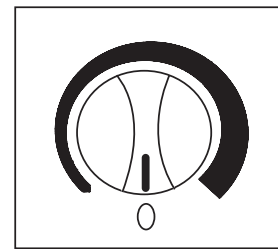

Fig.2
- Para apagar el enfriador de vinos, (no enfriar) gire la perilla de control a la posición "0" (apagado). **Vea la Fig. 2.** Gire el control a la posición "APAGADO" (0) para desconectar temporalmente el ciclo de enfriamiento. Cuando no se vaya a usar el enfriador de vinos durante algún tiempo, desconéctelo de la corriente y deje la puerta abierta parcialmente.